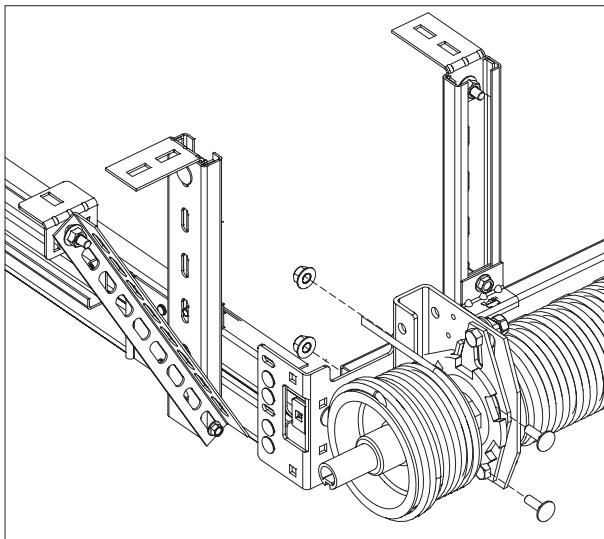

Рис. 26.5
3) монтировать часть вала, устанавливаемую с левой стороны ворот (рис. 26.5):